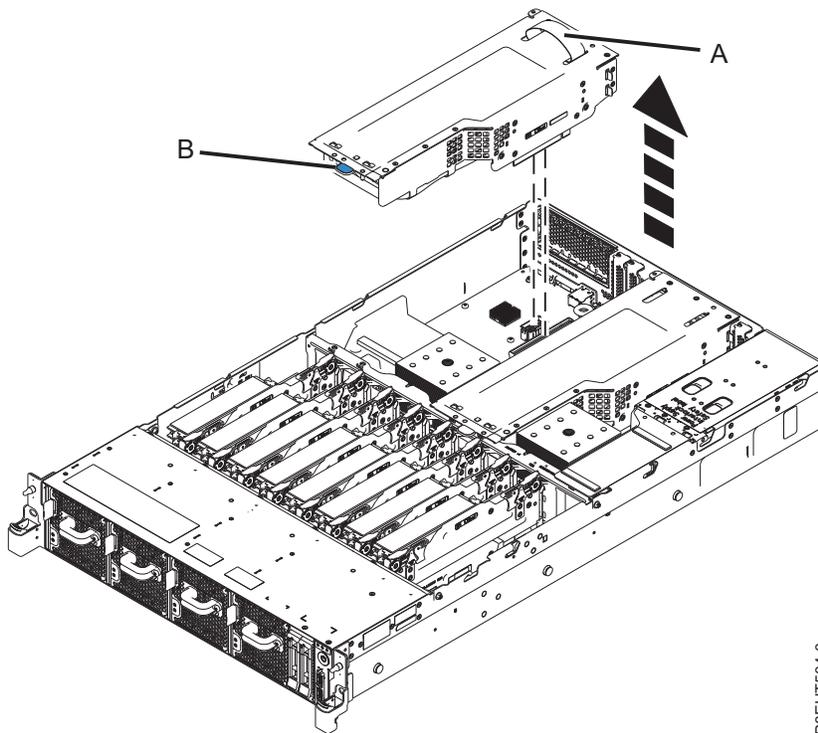

Figura 29. Removendo o riser PCIe
2. Usando a fita azul em **(A)** e o ponto de contato azul **(B)**, remova o riser PCIe do sistema. Consulte Figura 29.